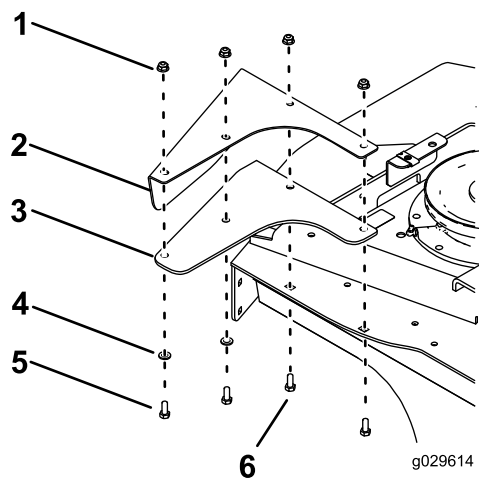

Figura 13
8. Montate il carter pedale sinistro e un deflettore sulla parte superiore e laterale del piatto di taglio con 2 bulloni a testa tonda (5/16 x 7/8 poll.), 2 bulloni a testa tonda (5/16 x 3/4 poll.), 2 rondelle e 4 dadi (5/16 poll.), come illustrato nella Figura 13.